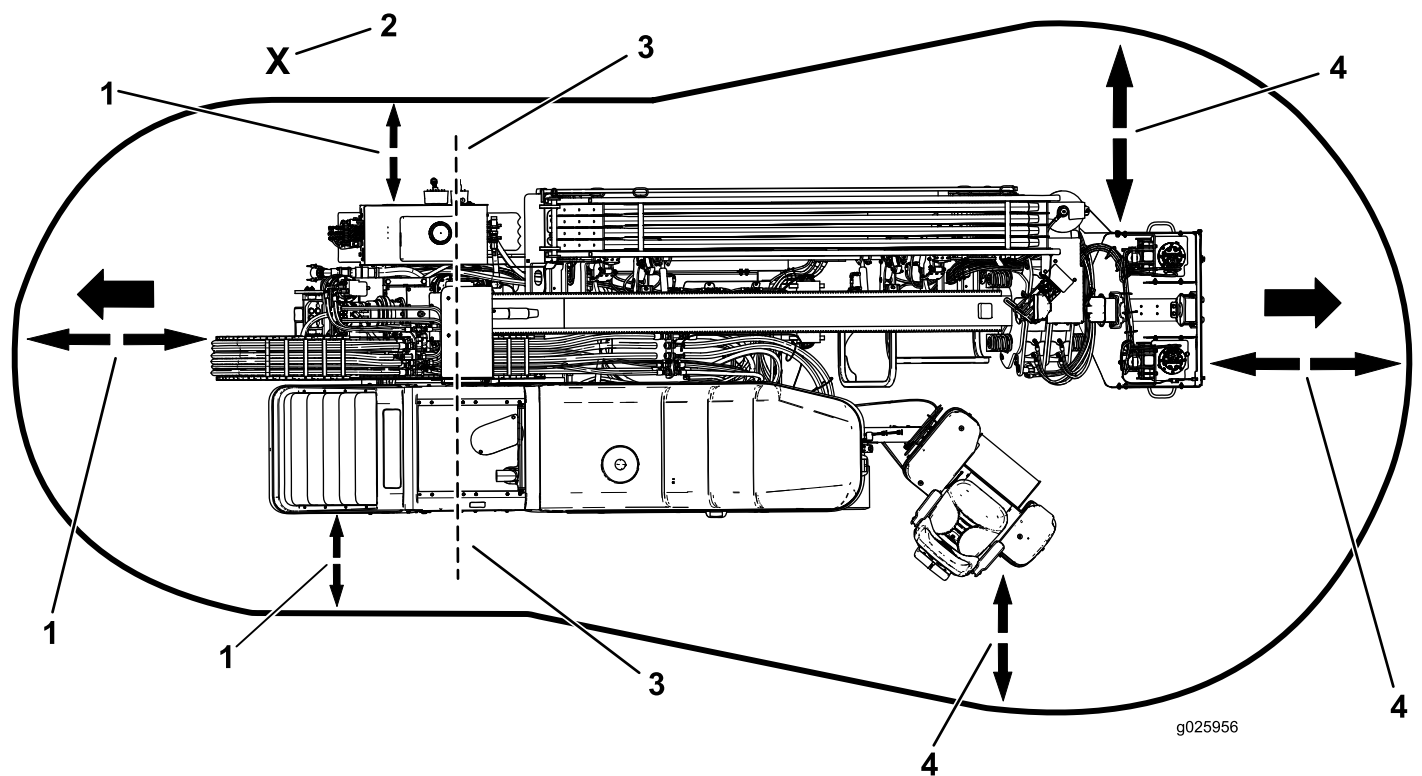

Рисунок 3
- Управляя машиной с помощью ППУД, держитесь на безопасном расстоянии от опасной зоны (Рисунок 3).